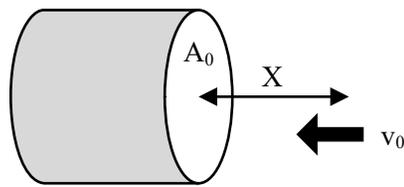

図1 フランジなしのフード
(1) 図1のフランジなしのフード開口面からの距離  $X$  の位置の風速  $v_0$  が  $0.39 \text{ m/s}$  であったとき、このフードにフランジを付けたときのフード開口面からの距離  $X$  の位置の風速  $v$  [m/s] を求めよ。